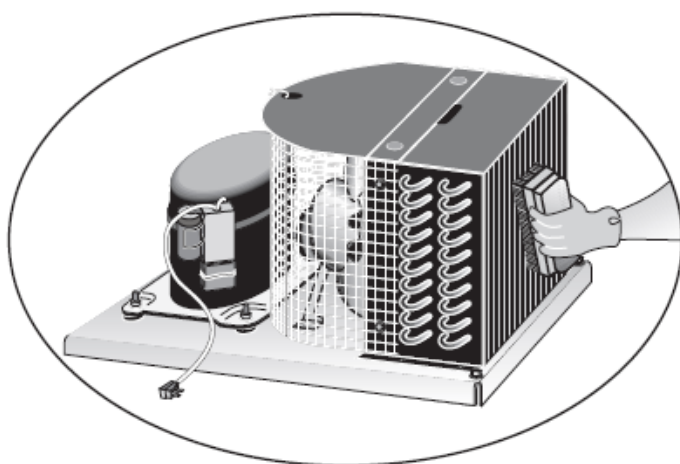

Fig. 2. Con un cepillo de cerdas duras, limpie cuidadosamente la suciedad acumulada en las aletas frontales del serpentín del condensador.
3. Con un cepillo de cerdas duras, limpie cuidadosamente la suciedad acumulada en las aletas frontales del serpentín del condensador. Consulte la fig. 2.